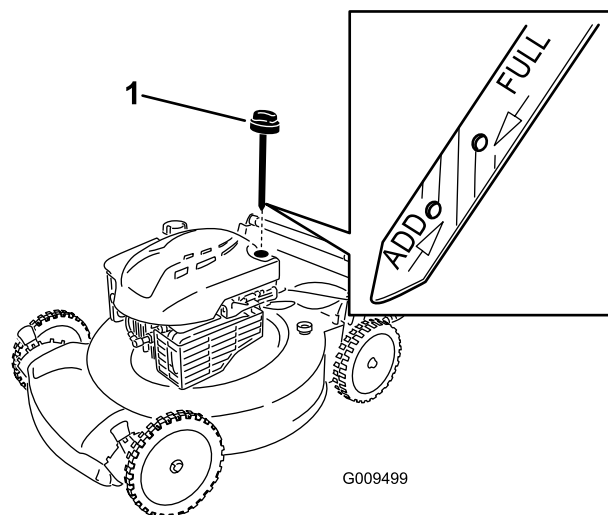

Figure 9
1. Retirez la jauge, essuyez-la sur un chiffon et remettez-la dans le goulot de remplissage (Figure 9).
2. Sortez de nouveau la jauge et contrôlez le niveau d'huile (Figure 9). Si le niveau n'atteint pas le repère minimum (**Add**) sur la jauge, versez **lentement** suffisamment d'huile dans le goulot de remplissage pour faire monter le niveau jusqu'au repère maximum (**Full**). **Ne remplissez pas excessivement.** (Remplissage max. : 0,59 l, type :